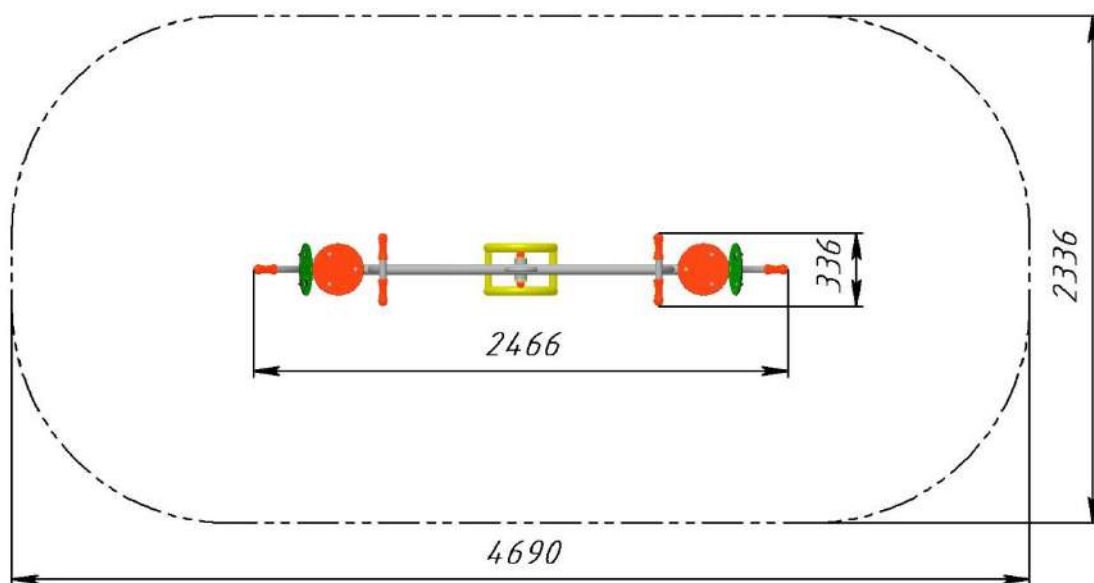

Рис.2 Безопасная зона приземления балансира РТР 012.02П
3.5. Монтаж балансира проводится на ровном месте в соответствии с планировкой размещения всего оборудования площадки. При монтаже необходимо обеспечить безопасную зону приземления вокруг балансира в соответствии с рис. 2.